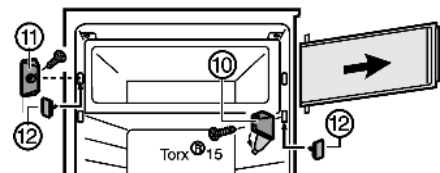

Fig. 6*
- ▶ Откиньте крышку на кронштейне Fig. 6 (10).*
- ▶ Открутите кронштейн Fig. 6 (11) с дверцей блока.*
- ▶ Открутите запирающий элемент Fig. 6 (11).*
- ▶ Закройте открывшиеся отверстия прилагаемой крышкой Fig. 6 (12).*